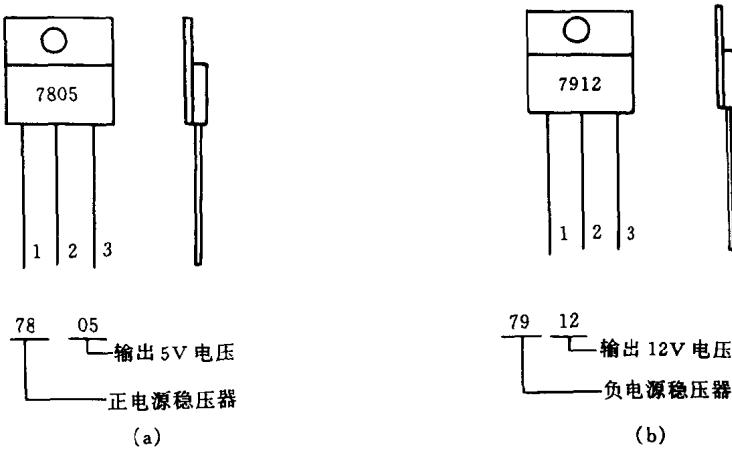

图 1-11 三端稳压器（塑封直插）外型及管脚
(1) 三端固定正输出稳压器 三端固定正输出稳压器一般用 78 系列来表示，如 7805 就表示是输出电压为 +5V 的三端稳压器。常用的 78 系列稳压器有 9 种电压档位，可以有 +5~+24V 输出电压，电流范围是 0.5~1.5A。管脚名称见图 1-11 (a)。
(2) 三端固定负输出稳压器 三端固定负输出稳压器一般用 79 系列来表示，如 7912 就表示输出电压为 -12V 的三端稳压器。常用的 79 系列稳压器有 8 种电压档位，可以有 -5~-24V 输出电压，电流范围也是 0.5~1.5A。管脚如图 1-11 (b) 所示。